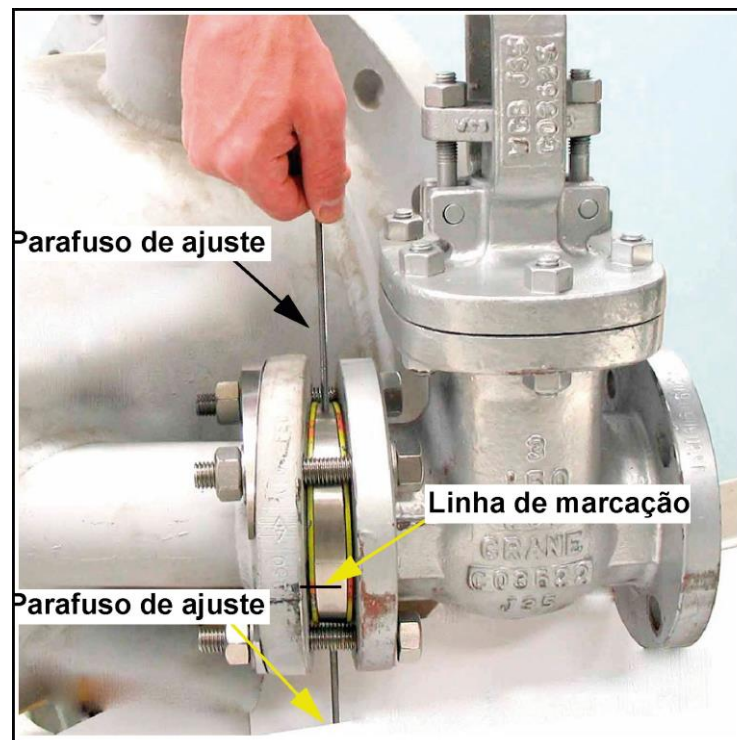

Figura 6: Ajustar a posição da cunha
5. Insira os dois parafusos de ajuste nos orifícios rosqueados na cunha de 6° (veja Figura 6 abaixo) e utilize-as para ajustar/girar a cunha até a linha de marcação estar posicionada entre os dois parafusos.